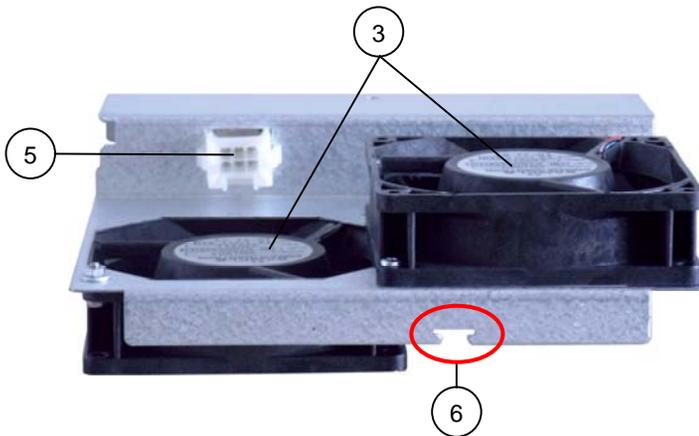

Abb. 24b: Lüfter-Einschub – Ansicht von unten
3. Ersetzen Sie den Lüftereinschub durch einen neuen funktionsfähigen und schieben Sie diesen ins Systemlüfterfach bis zum Anschlag des Steckers. Achten Sie dabei darauf, dass der Zentrierwinkel (Abb. 24c, Pos. 8) in der Zentrieraussparung (Abb. 24b, Pos. 6) ausgerichtet ist.